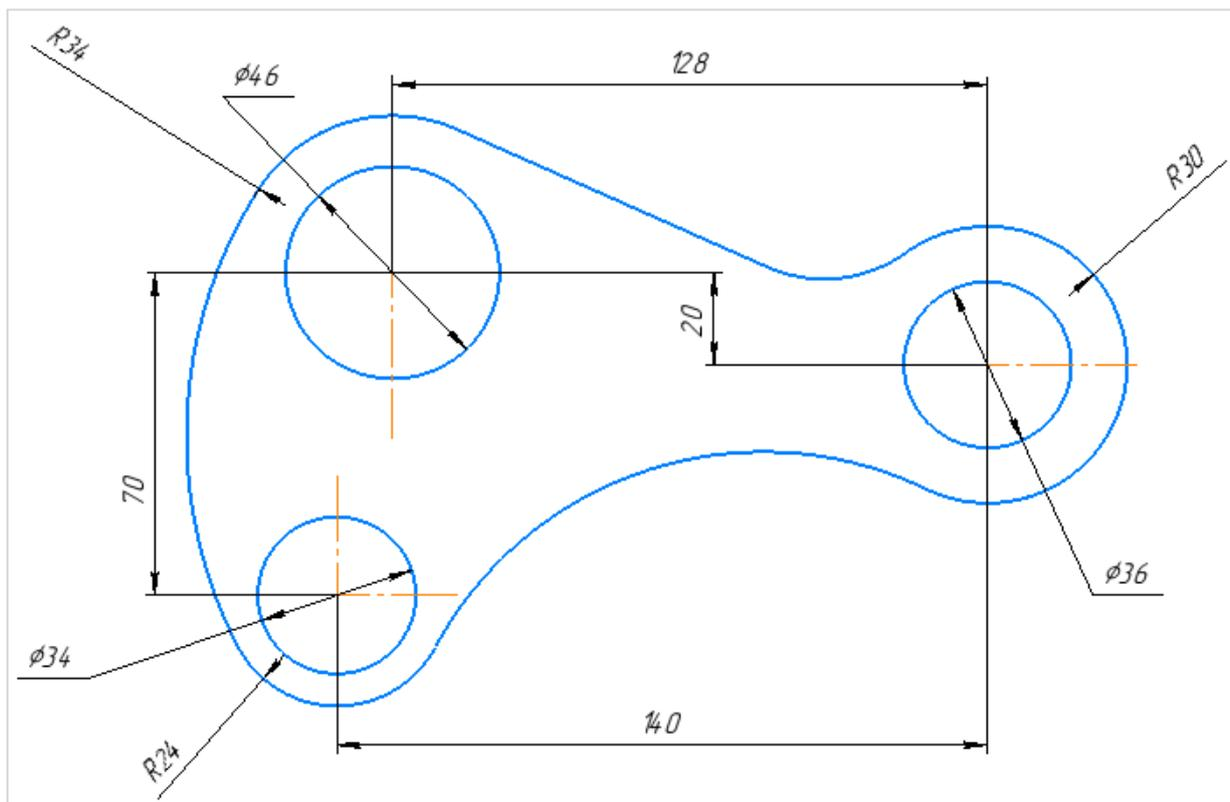
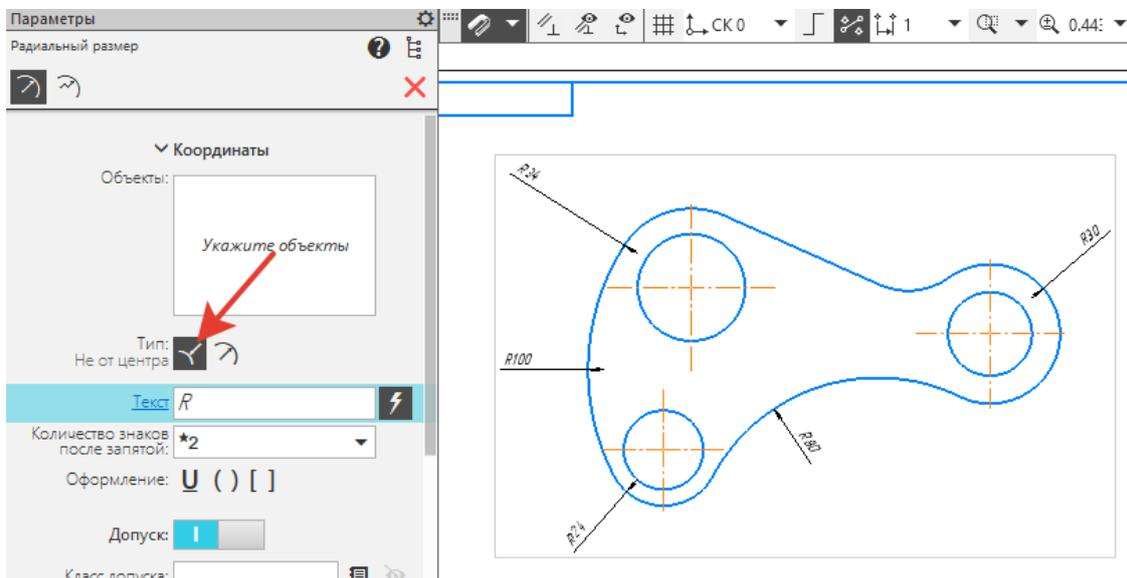

Рисунок 33.
Рисунок 34.
6. Удалите лишние участки окружностей выберите на инструментальной панели **Правка** -  **Усечь кривую** (рисунок 33).
6. Проставить все размеры (рисунок 33). В **Параметрах** выбрать тип:  **Не от центра окружности** (рисунок 34).